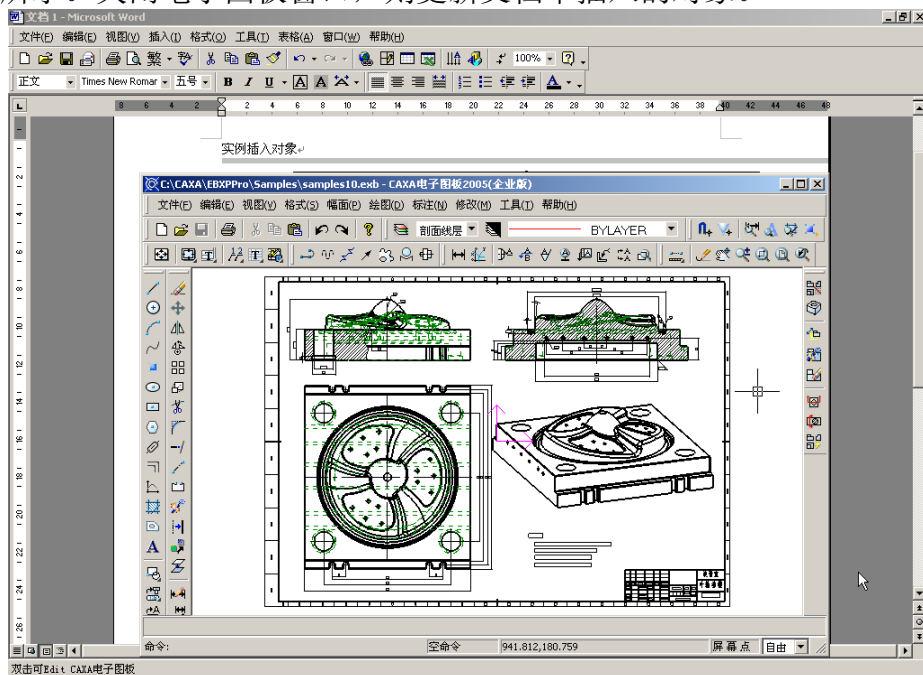

图 18-28 调节绘图区的大小
4. 由于绘图区的大小和形状决定插入到 Word 文件中的电子图板对象的大小和形状, 因此绘制完成后, 可通过改变 EB 窗口的大小来改变绘图区的大小, 然后单击【显示全部】按钮  将所绘制的图形在绘图区内充分显示, 改变结果如图 18-28 所示。关闭电子图板窗口, 则更新文档中插入的对象。